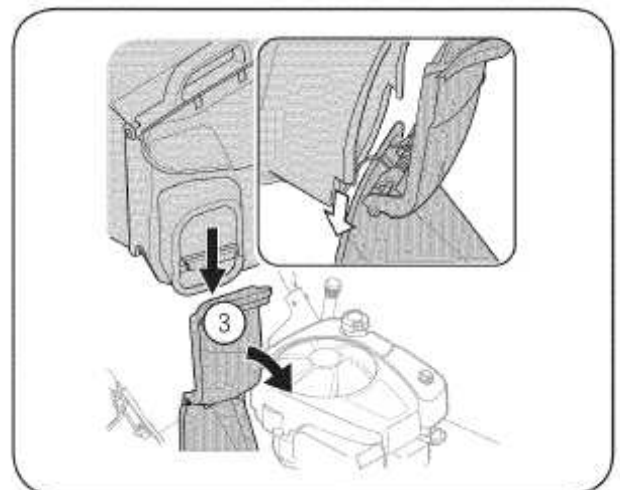

РИС. 5
3. Поднимите дверцу разгрузочного лотка и вставьте травосборник в переходник (см. Рис. 5).